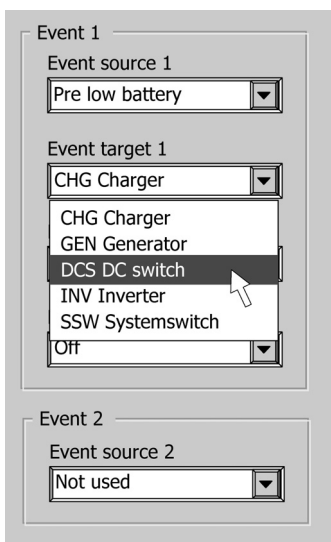

Figure 15
- Sélectionner le nom de l'appareil qui devrait agir au cas où cet événement se produirait : *Event target*. (Exemple : *DC switch*) (Figure 15).